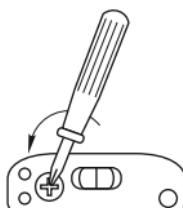

Рисунок 6
- в светильнике модификаций 3923А, 3924 и 3924А: крестовой отверткой поверните крышку отсека размещения предохранителя против часовой стрелки (рисунок 6);